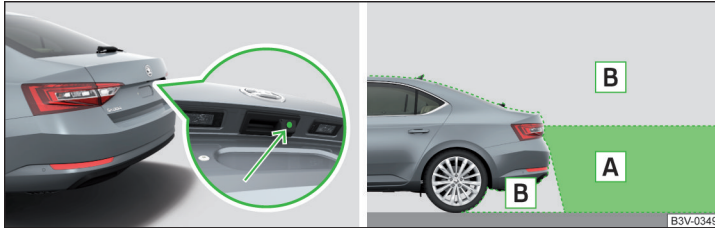

Abb. 277 Verbauplatz der Kamera / Abgetasteter Bereich hinter dem Fahrzeug
Die Kamera für die Erfassung des Bereichs hinter dem Fahrzeug befindet sich im Griff der Gepäckraumklappe » Abb. 277.
**Bereich hinter dem Fahrzeug** » Abb. 277